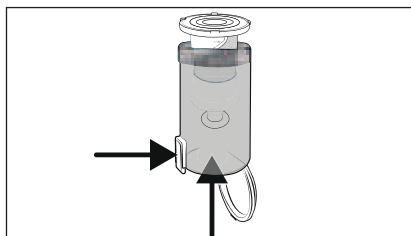

Fig. 18
- 3) Para retirar el filtro de acero inoxidable **6** del depósito de polvo **7**, pulse el botón de desencastre de la tapa del depósito de polvo **8**. Tras esto, retire el filtro de acero inoxidable **6** del depósito de polvo **7** deslizando desde abajo (consulte la fig. 18).